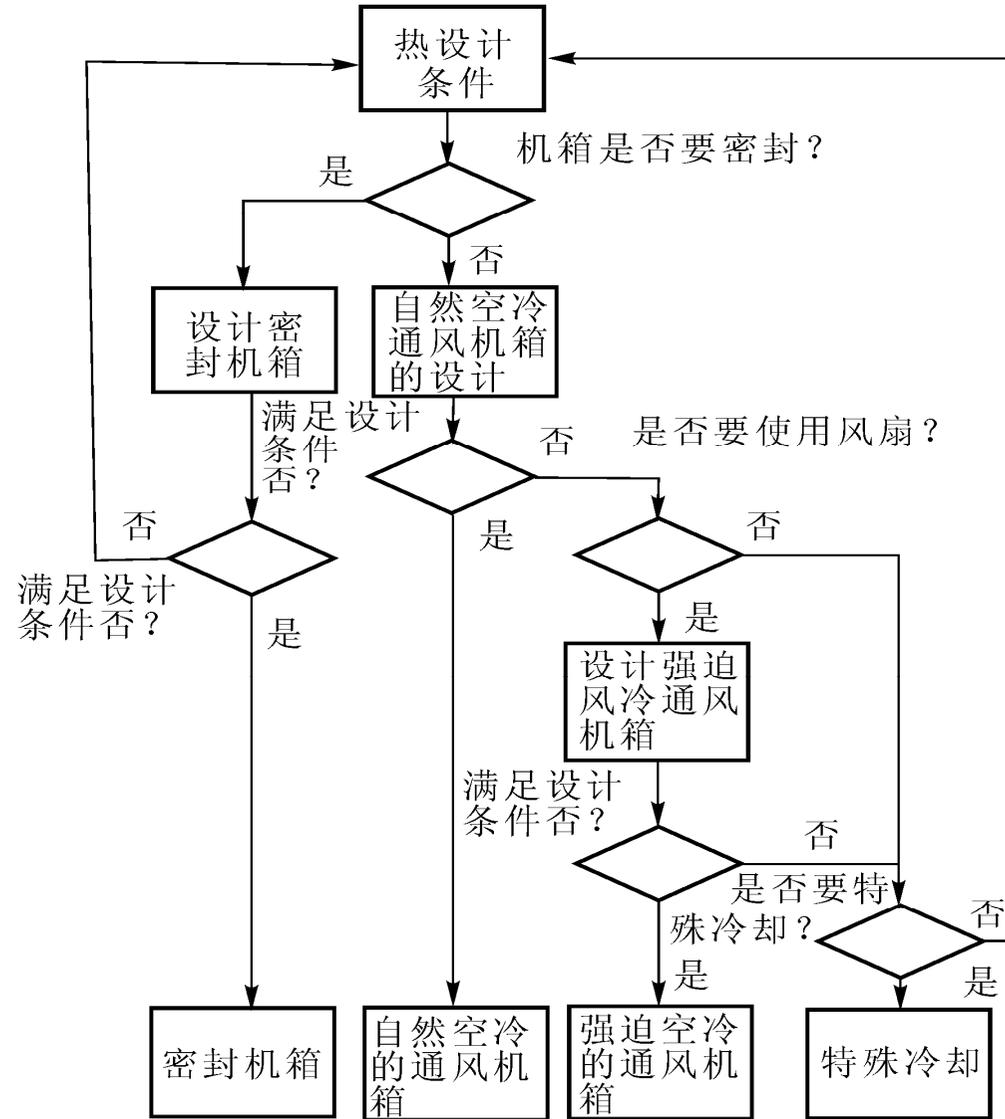

图 6-13 冷却方式设计流程框图
2. 决定设备的冷却方式，可采用图6-13所示的流程（见下页图）。